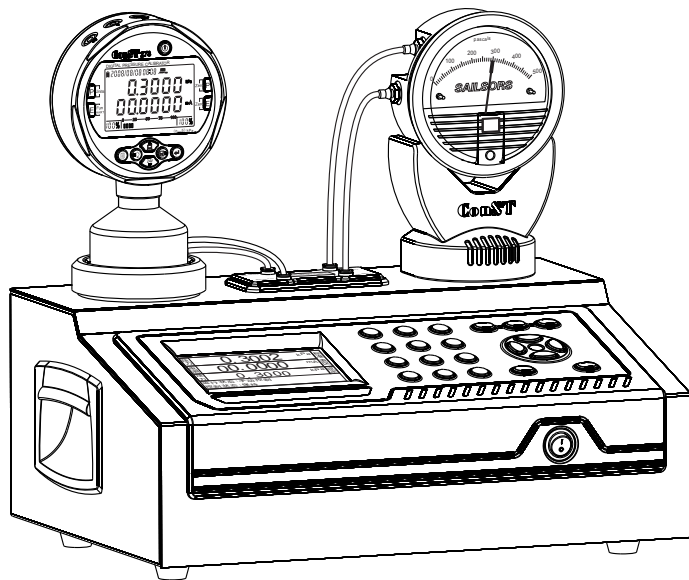

图11-1-2 全自动检定指针表时的连接方式
- ① 打开智能微压发生器，并连接好标准表，使之处于预备工作状态。
- ② 把智能微压发生器与计算机通过串口线连接起来；打开计算机，并启动压力自动检定软件。
- ③ 如果被检表已经贴有上次送检时贴的二维码，使用扫描枪读入被检表信息，软件会自动调出数据库中有关于本表以往的检定信息：包括准确度等级、量程信息、最小分辨率、上次的检定点及检定点数等相关信息。
- ④ 按图11-1-2所示连接好被检表、标准表的气路。注意高低端压力接口不要插反。
- ⑤ 启动检定过程，系统会根据检定规程的要求，进行检定。
- ⑥ 检定过程结束，拆被检表，换另外一块。